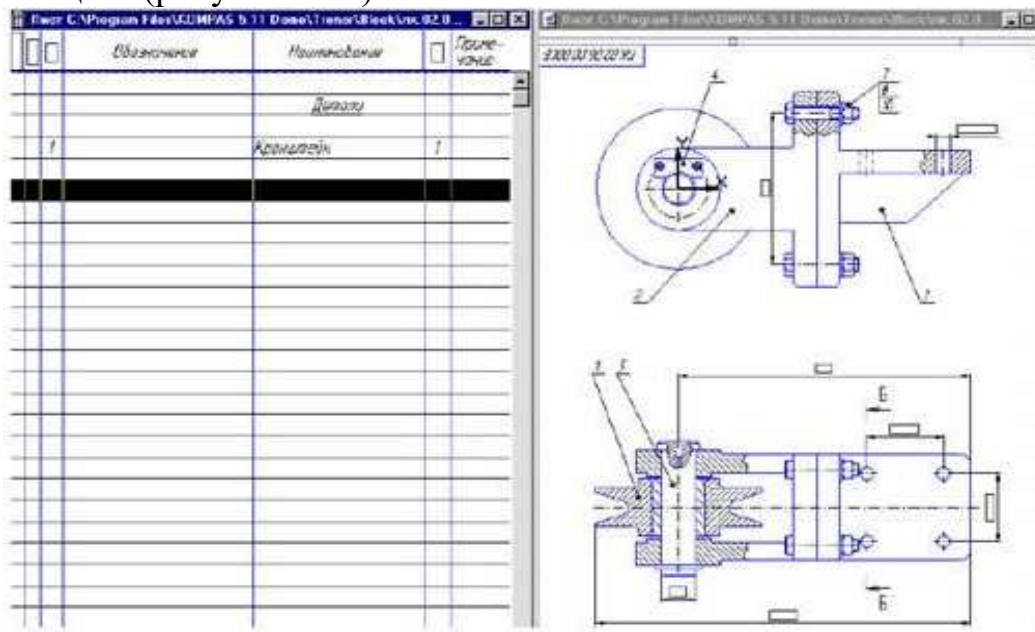

Рисунок 11.6 – Просмотр окон подчиненного режима и сборочного чертежа
8. Можно одновременно просматривать и окно подчиненного режима, и окно со сборочным чертежом. Для этого выполните команду **Окно – Мозаика – Все окна**. Сделайте текущим окно подчиненного режима и щелкните на кнопке **Масштаб по ширине листа** в **Строке параметров**. Затем переключитесь в окно сборки и щелкните на кнопке **Показать все** на **Панели управления**. Измените масштаб сборки так, чтобы хорошо был виден главный вид Блока направляющего (рисунок 11.6).